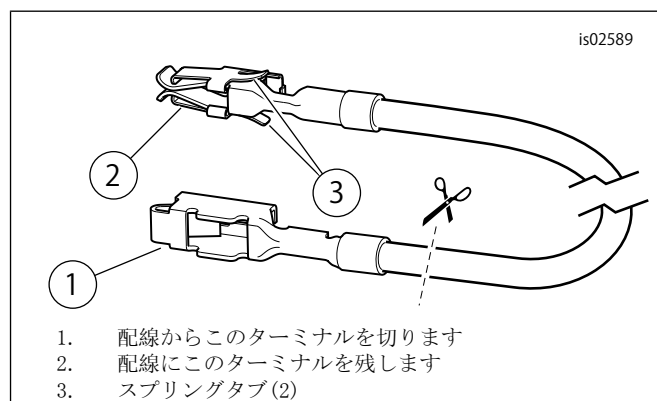

図7。ヒューズブロックアダプターワイヤー(ダイナとソフトイル)
3. 「図16」を参照してください。キットからオレンジ/白ヒューズブロックアダプターワイヤー(15)を取り出します。各末端のターミナルを確認します(図7を参照してください。を参照)。スプリングタブ付きターミナルのみが、このヒューズブロックに合います。ワイヤーから慎重に未使用のターミナルを切り取り、廃棄します。
3. 「図16」を参照してください。キットからオレンジ/白ヒューズブロックアダプターワイヤー(15)を取り出します。各末端のターミナルを確認します(「図7」を参照)。スプリングタブ付きターミナルのみが、このヒューズブロックに合います。ワイヤーから慎重に未使用のターミナルを切り取り、廃棄します。